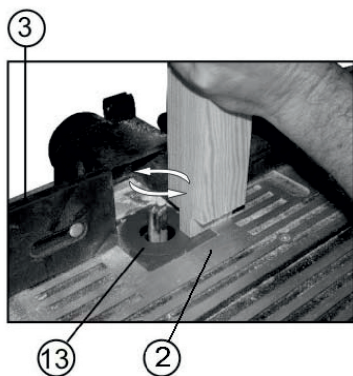

Рис. 10
При использовании фрезы диаметром менее 45 мм устанавливайте понижающее кольцо (13), Рис.10. Это необходимо для того, чтобы предельно уменьшить зазор между фрезой и опорной плитой.
Фрезерование шипов (Рис. 10)
Удерживайте обеими руками заготовку и прижимая ее к направляющей (3) и опорной плите (2), Рис.10, плавно перемещайте заготовку к фрезе.